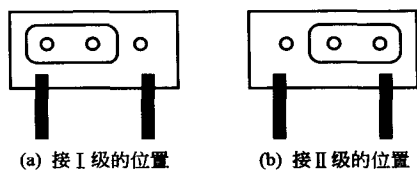

图 1-3 电流粗调的调节示意
③ 使用时的注意事项。
④ 焊接变压器的调节。电流调节分粗调和细调两个级别。电流粗调的调节如图 1-3 所示。